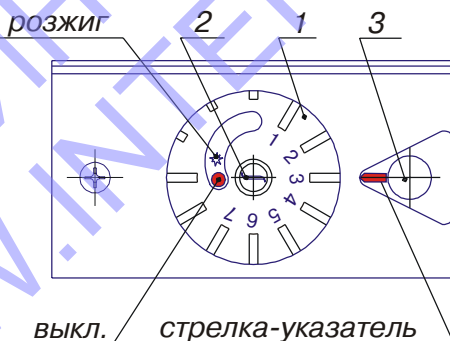

Рис. 2. Блок газовый :
- 3) ручку-указатель (рис. 2 п. 1) терморегулятора газового блока установить в положение «выключено-0» по часовой стрелке до упора;
- 4) повернуть ручку-указатель (рис. 2 п. 1) против часовой стрелки а положение «пилот.*»;
- 5) нажать кнопку (рис. 2 п. 2) ручки-указателя терморегулятора (кнопка магнитного клапана) до упора, стравить воздух; нажать до щелчка кнопку
6) отпустить кнопку (рис. 2 п. 2) ручки-указателя. Пламя запальной горелки не должно погаснуть. Повернуть ручку-указатель (рис. 2 п. 1) на отметку "4" для подачи полного расхода газа на основную горелку. После возгорания основной горелки установить желаемую температуру нагрева воды поворотом ручки-указателя терморегулятора.